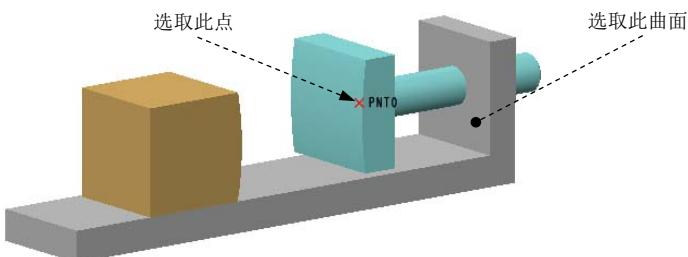

图 7.6.19 选取参考对象
(1) 选择命令。单击**机构**功能选项卡**连接**区域中的“3D 接触”按钮 C_3 ，系统弹出“3D 接触”操控板。
(2) 选取参考对象。按住 Ctrl 键，在机构中依次选取图 7.6.19 所示的曲面和基准点为参考对象。